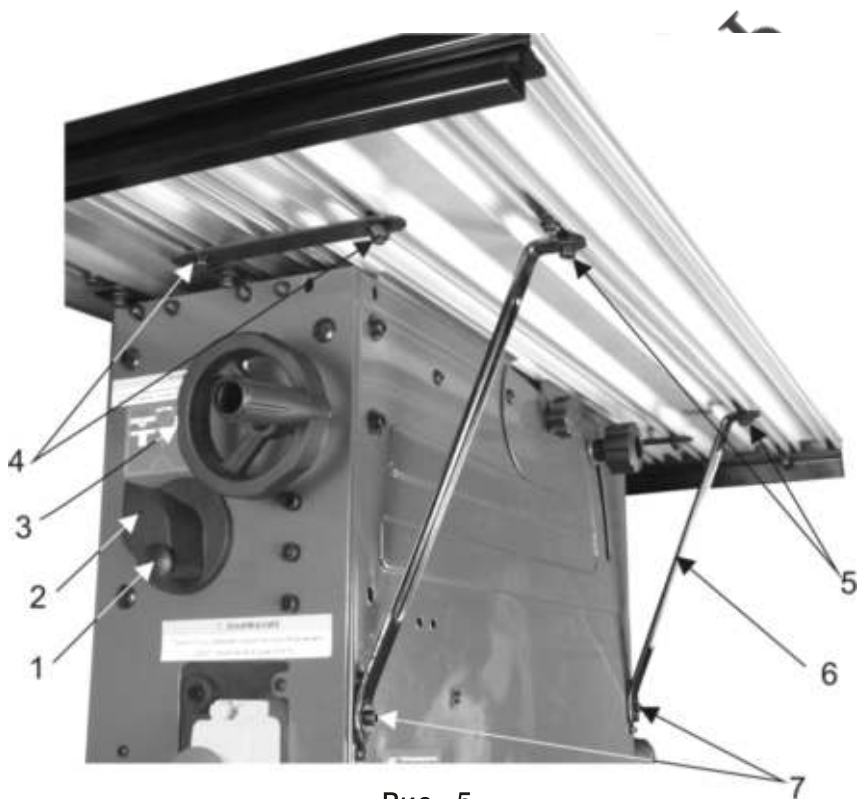

Рис. 5
- ослабить ручку (рис. 3, п. 27), и поднять пильный диск в верхнее положение рукояткой подъема пильного блока (рис. 1, п. 16, рис. 5, п. 3).
Установка пильного стола (рис. 5).
Предварительно выверните из пильного стола шесть винтов с шестигранной головкой (рис. 5, п. 4, 5). Установите пильный стол и зафиксируйте его винтами (рис. 5, п. 4), установите опорные пластины (рис. 5, п. 6), закрутите винты (рис. 5, п. 5, 7).